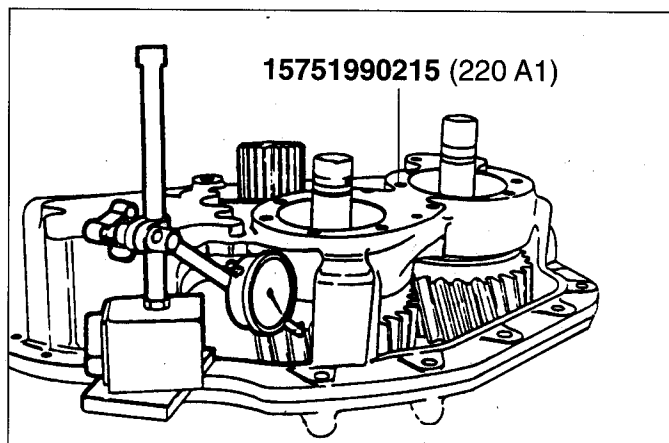

Fig. 36
tastatore del comparatore centesimale a base magnetica sul fianco del dente dell'ingranaggio (76), e ruotarlo in modo che i denti vadano in battuta fra di loro. Il valore rilevato del comparatore deve essere compreso tra 0.174-0.232 mm (Fig. 36).
The value shown by the dial indicator must be between 0.174 - 0.232 mm (Fig. 36).